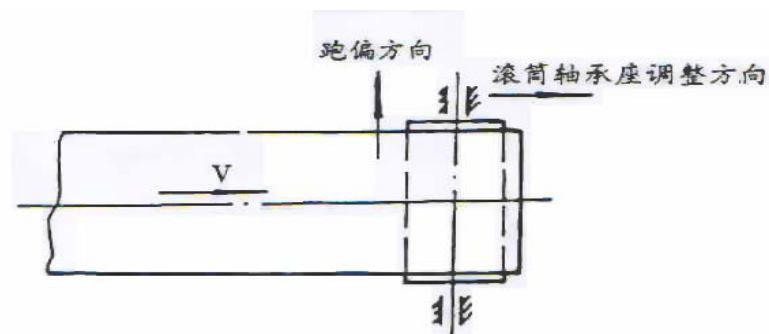

图 14
①在头部输送带跑偏，调整头部传动滚筒。其方向见图 14. 调整好后将轴承座处的定位块焊死。此时驱动装置可以不再跟随移动。
②在尾部输送带跑偏，调整尾部改向滚筒或螺旋拉紧装置，调整好后将轴承座处的定位块焊死（垂直拉紧尾架）。